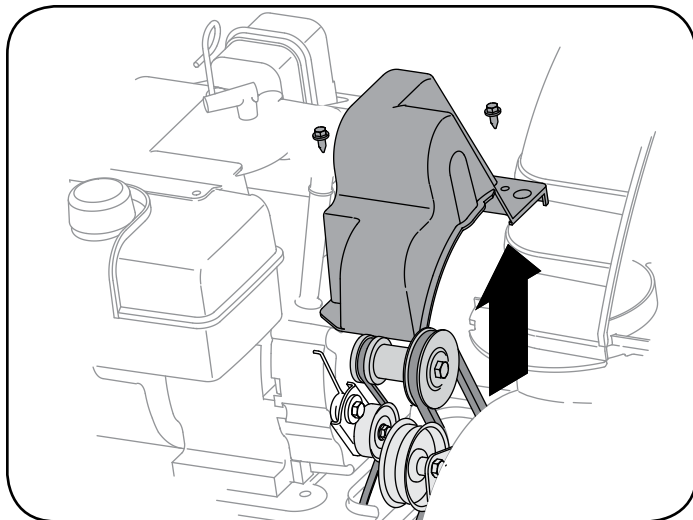

Figura 17
1. Retire la cubierta de la correa quitando los dos tornillos autorroscantes que la sujetan a la caja de la máquina quitanieve. Vea la figura 17.